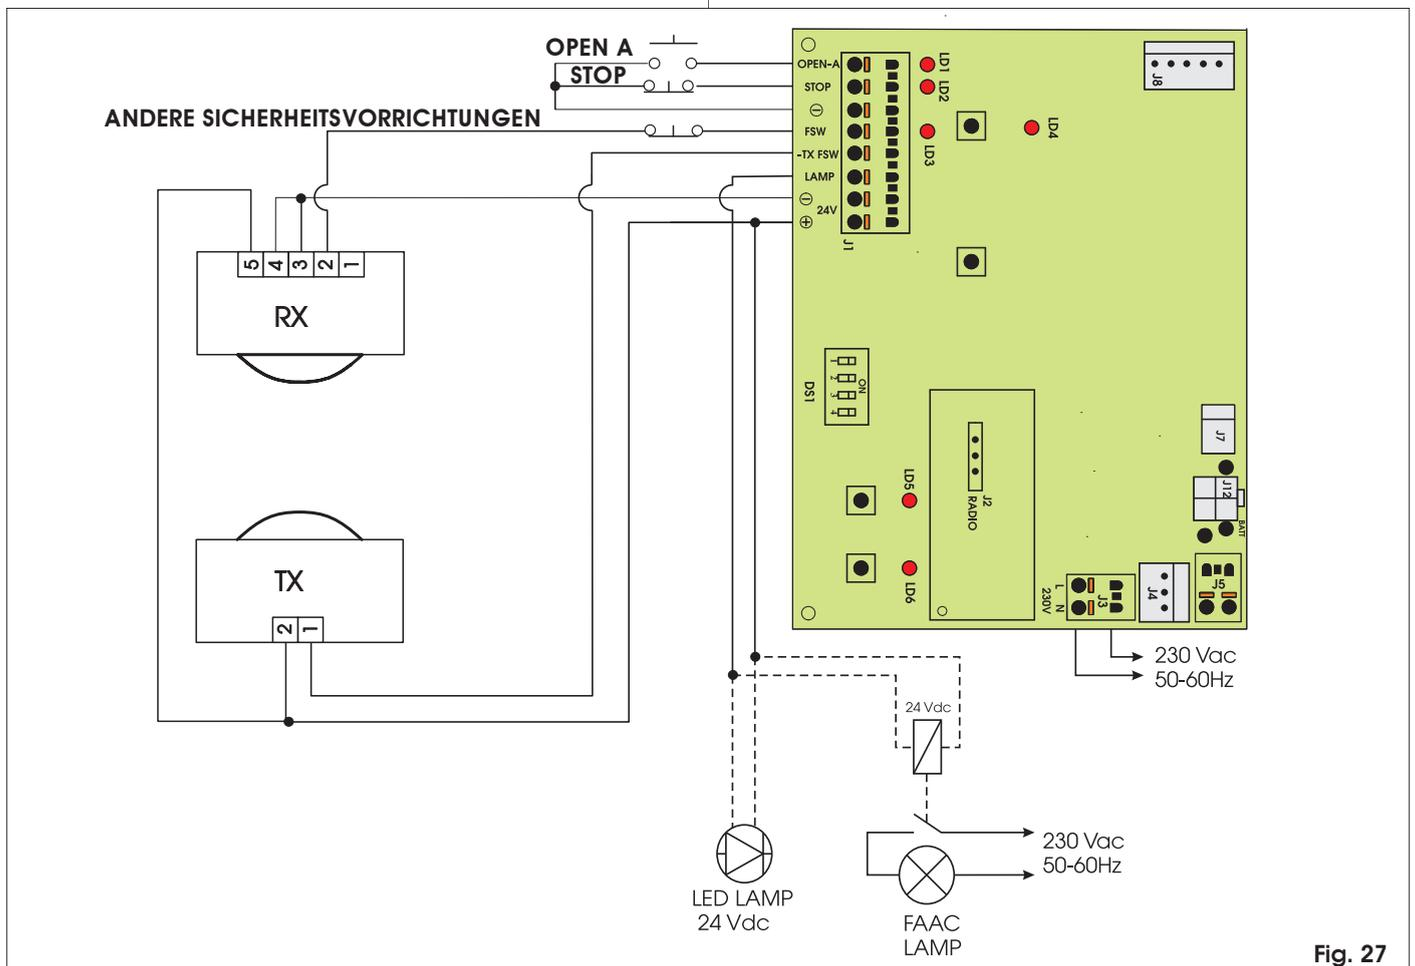

Fig. 27
- Die elektrischen Anschlüsse unter Bezugnahme auf Abb. 27 herstellen.